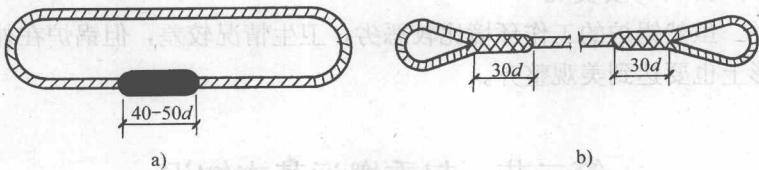

图 1—1 吊索
1) 吊索。吊索是用钢丝绳插制而成的绳扣，也叫千斤绳、带子绳、绳套、拴绳、吊带等，如图1—1所示。吊索一般分开口式、封闭式两种。